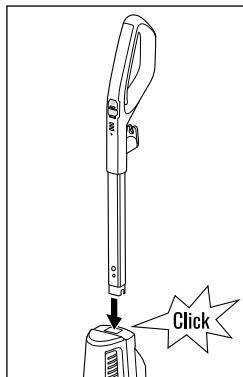

Fig. 1
- ◆ Insérez la partie portable ① dans l'ouverture située sur le dessus de l'appareil, jusqu'à ce que la partie portable ① s'enclenche audiblement dans l'ouverture (voir fig. 1).